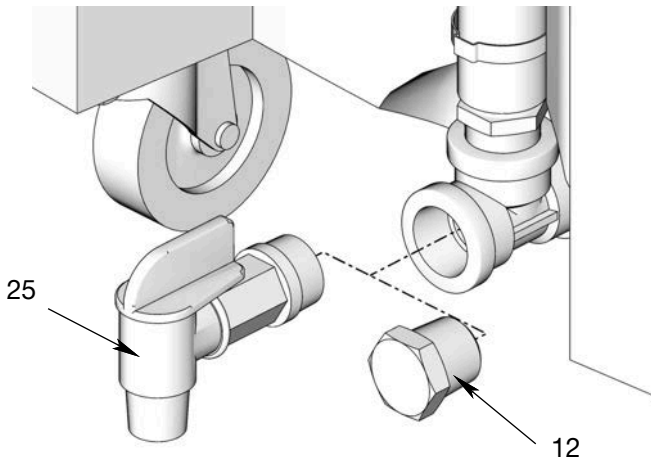

FIG. 1
- S'assurer que le bouchon de vidange (12) est en place pour les systèmes de dépotage (voir aussi le manuel d'instructions 308719.)
- Pour les systèmes alimentés par gravité, retirer le bouchon de vidange (12) et installer une vanne de vidange (25).
**REMARQUE :** sur la FIG. 1 la vanne de vidange (25) est montrée en position fermée. Pour l'ouvrir, tourner la poignée dans la direction opposée au réservoir.
Avant d'ajouter un fluide dans le réservoir, vérifier que le bouchon de vidange (12) ou la vanne de vidange (25) est en place et que la vanne de vidange (25) est fermée (poignée orientée vers le réservoir) (FIG. 1, page 4).
Quand le réservoir est plein, vidanger les fluides en enlevant le bouchon de vidange (12) (voir les instructions du Manuel du système de dépotage 308719) ou en tournant la poignée de la vanne de vidange (25) (FIG. 1, page 4) dans la direction opposée au réservoir et vider le contenu du réservoir dans un récipient de collecte homologué.